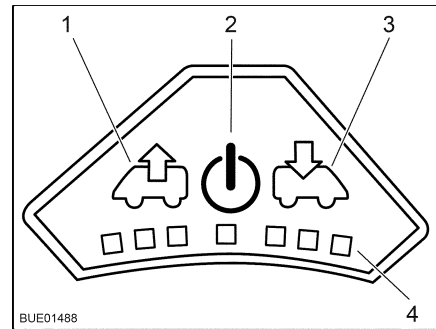

Fig. 92 Quadro comandi del ventilatore
- Accensione:** ■ Premere il tasto On/Off (Fig. 92,2). Il ventilatore funziona in modalità comfort (sfiato al numero di giri minimi del ventilatore).
- Per aumentare il numero di giri del ventilatore: Premere il tasto Sfiato (Fig. 92,1). Il numero di giri del ventilatore aumenta di uno stadio in direzione sfiato. I LED (Fig. 92,4) indicano gli stadi di commutazione.
- Per ridurre il numero di giri del ventilatore: Premere il tasto Aerazione (Fig. 92,3). Il numero di giri del ventilatore si riduce di uno stadio.
- Per aumentare il numero di giri del ventilatore: Premere il tasto Aerazione (Fig. 92,3). Il numero di giri del ventilatore aumenta di uno stadio in direzione aerazione. I LED (Fig. 92,4) indicano gli stadi di commutazione.
- Per ridurre il numero di giri del ventilatore: Premere il tasto Sfiato (Fig. 92,1). Il numero di giri del ventilatore si riduce di uno stadio.
- Premere il tasto On/Off (Fig. 92,2). Il ventilatore si ferma, i LED si spengono.